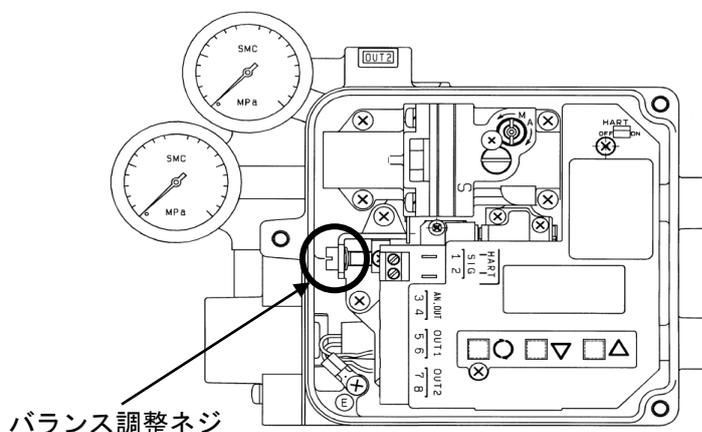

図 19
*7: バランス調整ネジの位置は図 19 を参照願います。マイナスドライバーを使用し、調整を行ってください。反時計方向に回すと圧力が低下し、時計方向に回すと圧力が上昇します。